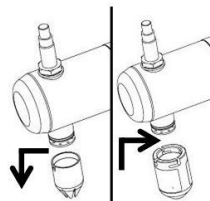

Abb. 3
- Tauschen Sie die Garniertülle gegen die Reinigungsdüse aus (Nachbestellung) (Abb. 3)